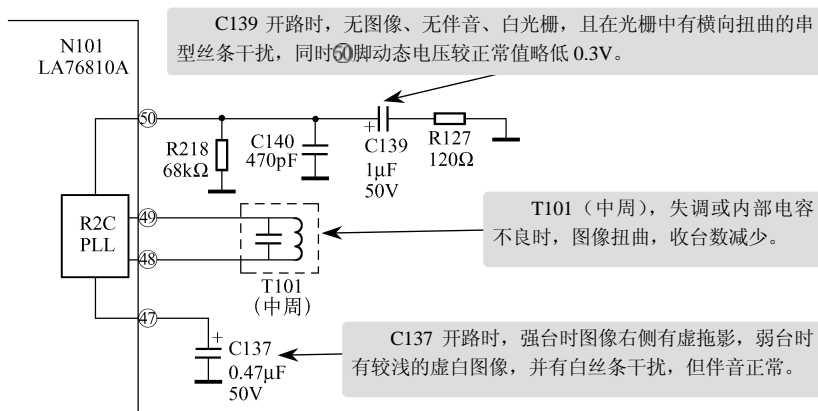

图 7-1 VCO 振荡电路故障检修
小结: 在该种故障中,经模拟只有 C137 开路时,才出现本例的故障现象,而只有 C210 开路时,彩色图像基本正常。进一步模拟③脚外接 C208 开路时,彩色图像也基本正常。因此,在该种机型中,彩色图像不清晰时,应特别注意检查或更换①脚外接的 C137 (0.47 $\mu$ F/50V) 电解电容器,如图 7-1 所示。